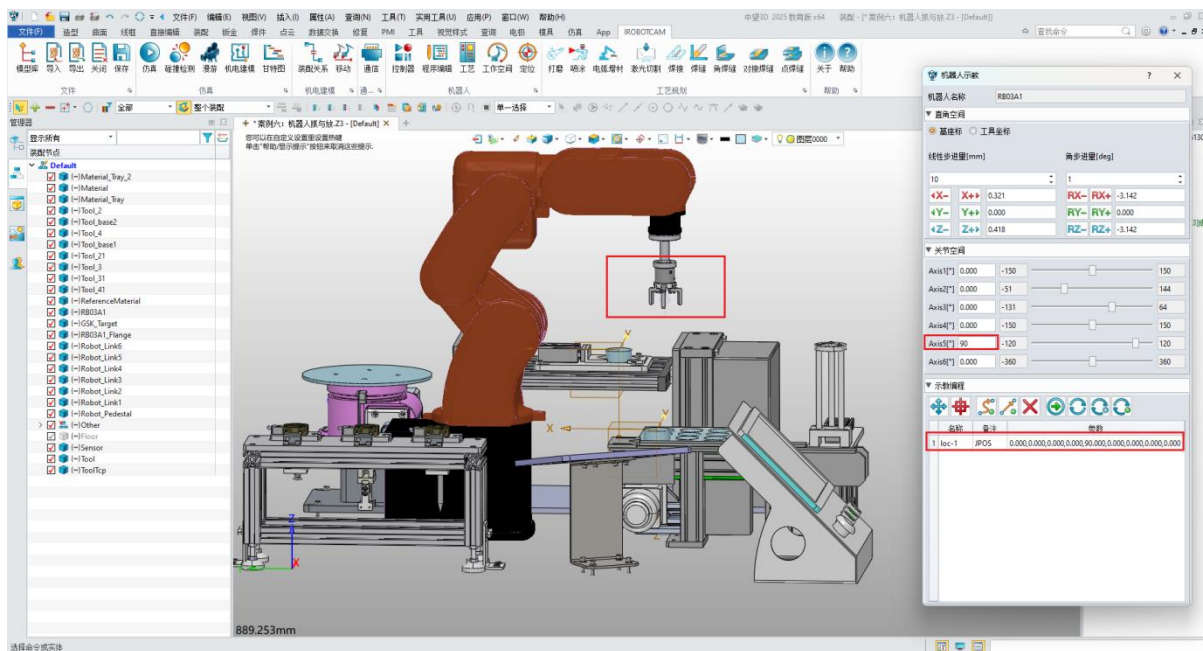

图 10-25: 第一个点
- ◇ 单击“记录关节位置”将此位置标记为第一个点。（图 10-25）